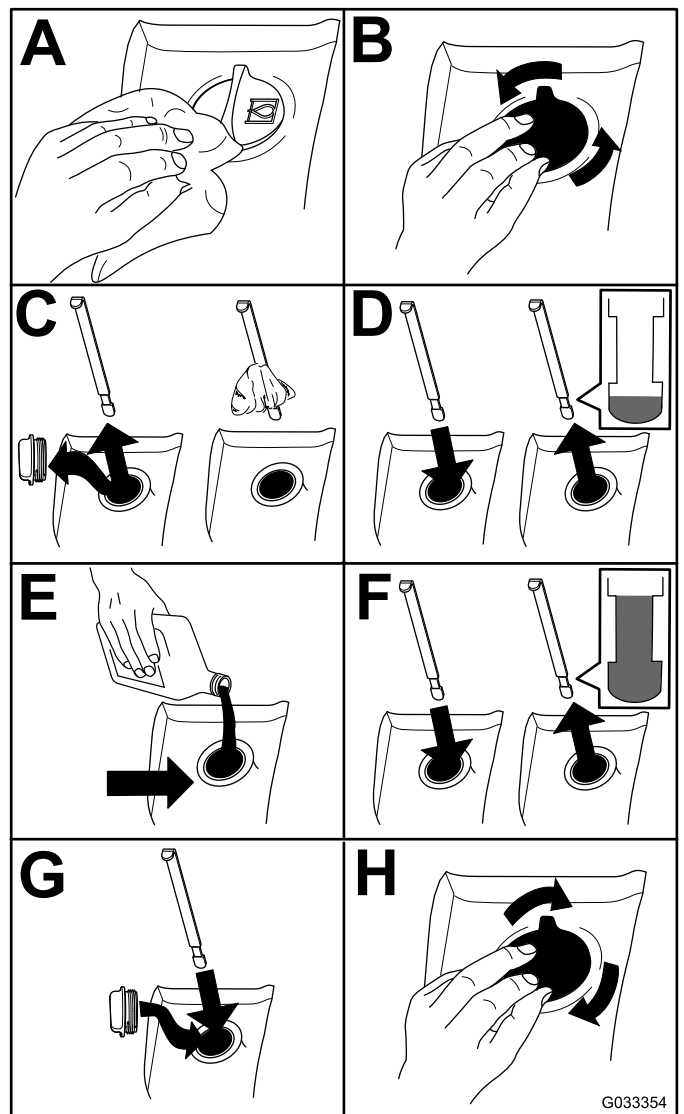

Figura 96
2. Verifique o nível de fluido hidráulico (Figura 96).